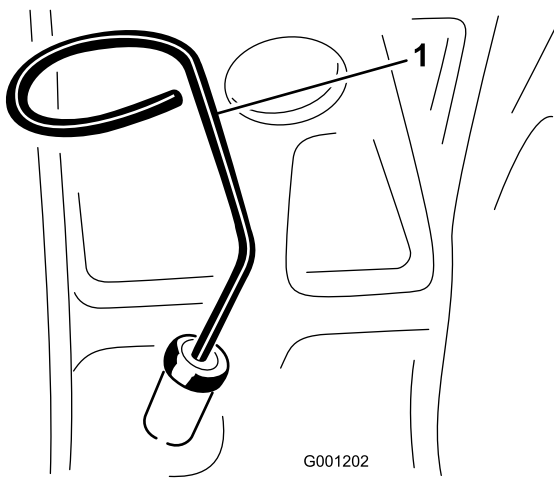

Figure 22
2. Retirez la jauge, essuyez-la sur un chiffon et remettez-la dans le goulot de remplissage (Figure 22). Sortez de nouveau la jauge et vérifiez le niveau d'huile. Le niveau d'huile doit atteindre le repère du plein (FULL) sur la jauge.